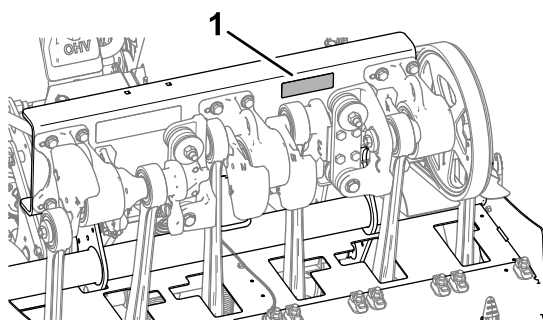

図 171
3. コアリングヘッド、ティラーハンドル、およびホイールナットのボルトのトルクを点検し、適切な締め付けになっていることを確認してください。適正トルク値は、コアリングヘッドのサポートチャンネル材に貼付されているデカルに標示されています 図 171。